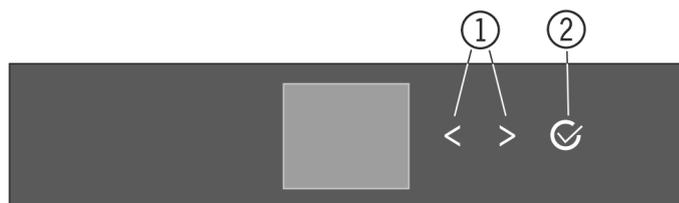
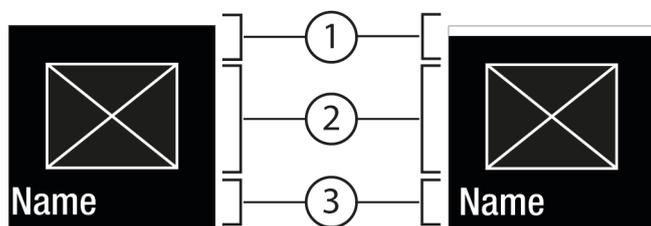
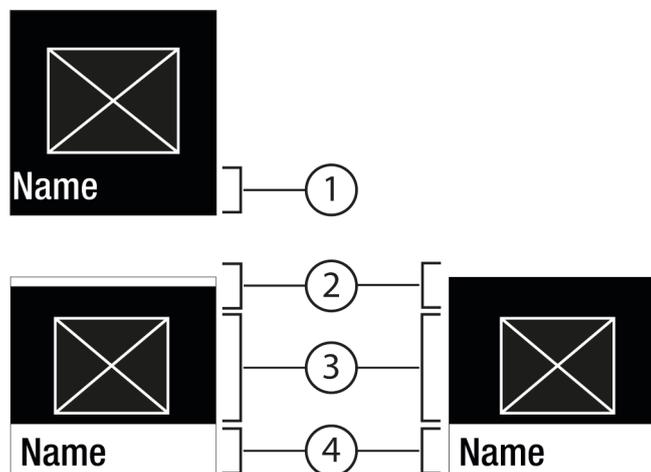

Fig. 5
Fig. 6
Fig. 7
- (1) Freccia di navigazione sinistra / destra (2) Conferma
Freccia di navigazione sinistra / destra Fig. 5 (1):
Conferma Fig. 5 (2):
- Navigare con la freccia di navigazione sinistra / destra Fig. 5 (1).
- Con Conferma Fig. 5 (2) richiamare il sottomenu Fig. 7 (4).
- Impostare un valore nuovo: Con Conferma Fig. 5 (2) selezionare un valore disattivato Fig. 6 (1).
- Ritorno al menu: Con Conferma Fig. 5 (2) selezionare un valore già attivato Fig. 6 (2).
► Premere le frecce di navigazione Fig. 5 (1) fino a visualizzare la .
- ▶ Premere Conferma Fig. 5 (2).
- ▶ Premere ripetutamente le frecce di navigazione Fig. 5 (1) finché non appare la funzione.
- ▶ Selezionare il valore di impostazione con le frecce di navigazione Fig. 5 (1).
- ▷ Stato: attivato Fig. 6 (1) è visualizzato brevemente nel sottomenu Fig. 7 (4).
- ▶ Premere ripetutamente le frecce di navigazione Fig. 5 (1) finché non viene visualizzato Impostazioni .
- ▶ Premere ripetutamente le frecce di navigazione Fig. 5 (1) finché non appare l'impostazione desiderata.
- ▶ Premere Conferma Fig. 5 (2) per 3 secondi.